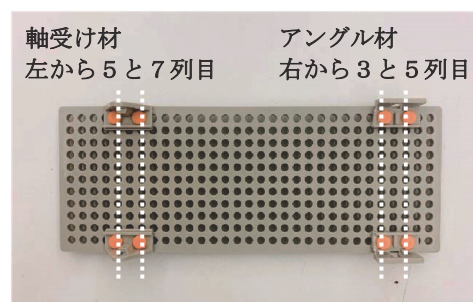

図5 プッシュピンの位置
- (3) 図5を参考にユニバーサルプレートに軸受け材とアングル材をストッパーとプッシュピンを使って取り付ける。プッシュピンは裏面（六角シャフトが通る面）から差込む。